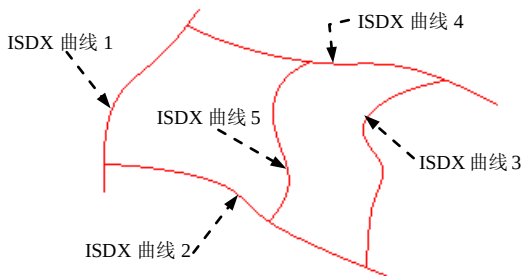
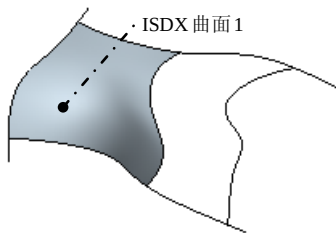
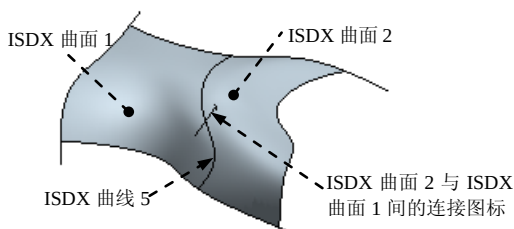
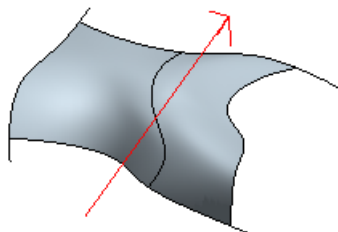

图 8.6.1 模型
图 8.6.2 创建 ISDX 曲面 1
图 8.6.3 创建 ISDX 曲面 2
图 8.6.4 连接标记
(1) 单击 **样式** 功能选项卡 **曲面** 区域中的“曲面”按钮 .
(2) 在图 8.6.1 中，选取 ISDX 曲线 1；然后按住键盘上的 Ctrl 键，分别选取 ISDX 曲线 2、ISDX 曲线 5 和 ISDX 曲线 4，此时系统便以这四条 ISDX 曲线为边界形成 ISDX 曲面 1，如图 8.6.2 所示。
(3) 单击“造型：曲面”操控板中的按钮 ，完成 ISDX 曲面 1 的创建。
(1) 单击 **样式** 功能选项卡 **曲面** 区域中的“曲面”按钮.
(2) 在图 8.6.1 中, 选取 ISDX 曲线 2; 然后按住键盘上的 Ctrl 键, 分别选取 ISDX 曲线 3、ISDX 曲线 4 和 ISDX 曲线 5, 此时系统便以这四条 ISDX 曲线为边界形成 ISDX 曲面 2, 如图 8.6.3 所示。注意: 此时在 ISDX 曲面 1 与 ISDX 曲面 2 的公共边界线 (ISDX 曲线 5) 上出现一个小的图标, 该图标是 ISDX 曲面 2 与 ISDX 曲面 1 间的连接标记, 我们可以改变此图标的显示大小。操作方法为: 在 **样式** 功能选项卡中选择 **操作** ▾ ➡  **首选项** 命令, 在“造型首选项”对话框的 **曲面** 下的 **连接图标比例** 文本框中输入数值 10.0, 并按回车键; 关闭“造型首选项”对话框, 可看到此图标变大, 如图 8.6.4 所示。
(3) 单击“造型: 曲面”操控板中的  按钮, 完成 ISDX 曲面 2 的创建。